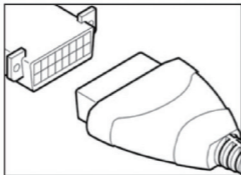

図 3.1.3
3. スキャンツールを DLC に正しく接続します（図 3.1.3 を参照）。ケーブルコネクタにはキーが付いているので、据付ける方法はただ一つあります。